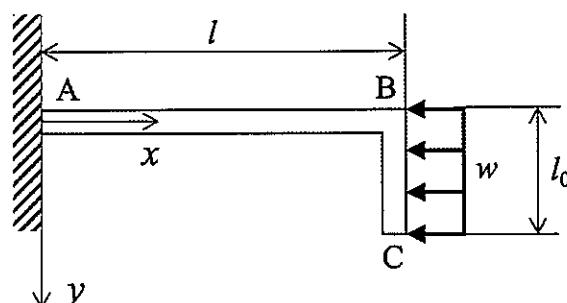

図 1-4
- (5) 図 1-4 に示すように、L 字型の片持ちはりの区間 BC に等分布荷重 w が作用するとき、点 C での x 方向と y 方向の変位を求めよ。